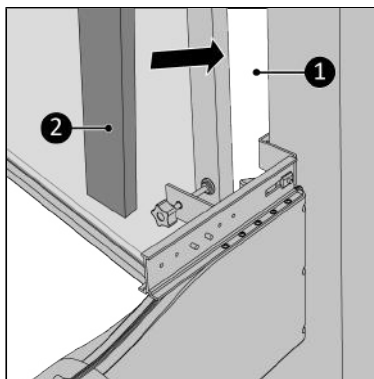

Figure 170.
16. Serrez soigneusement la vis de fixation sur le cadre de la fenêtre (Figure 170, pos. 1).
17. Comblez les espaces vides (Figure 170, pos. 1) avec la mousse d'isolation fournie (Figure 170, pos. 2), découpez la mousse si nécessaire\*.